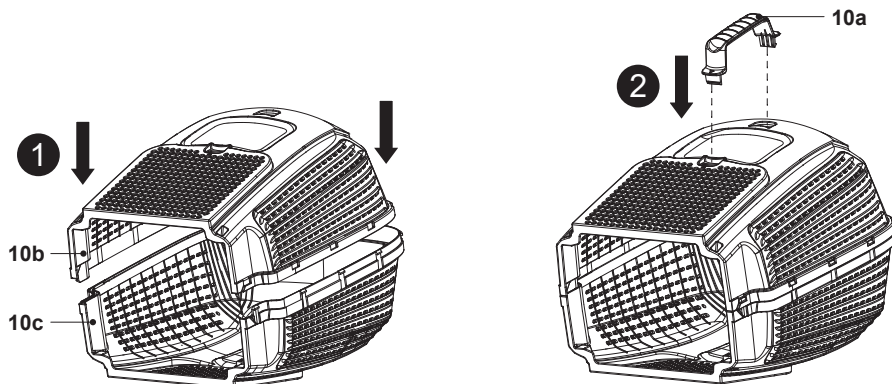

Fig. 4
3. Instale a pega (10a) na parte superior da caixa de recolha de relva (Fig. 4).